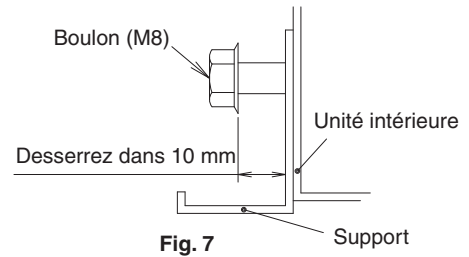

Fig. 7
- Ouvrez le trou de sortie sur le côté d'entrée de la tuyauterie sur la surface arrière ou la surface supérieure et installez la bague en résine (10) jointe.
- Desserrez 2 boulons pour installer le support des deux côtés (M8) (4 emplacements à gauche et à droite) dans un espace de 10 mm. **(Reportez-vous aux Fig. 7 et 8)**